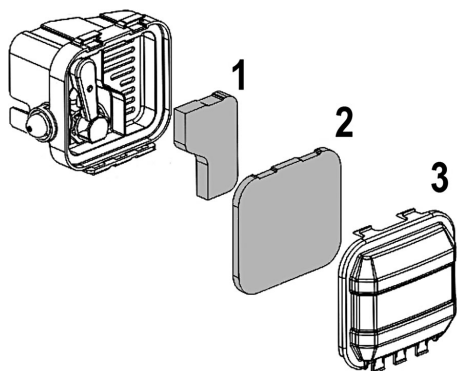

Рис. 10 Воздушный фильтр G140VK
1. Нажмите на фиксаторы и снимите крышку воздушного фильтра (Рис. 10 п. 3).
2. Извлеките предварительный воздушный фильтр (Рис. 10 п. 2).
3. Извлеките основной воздушный фильтр (Рис. 10 п. 1).